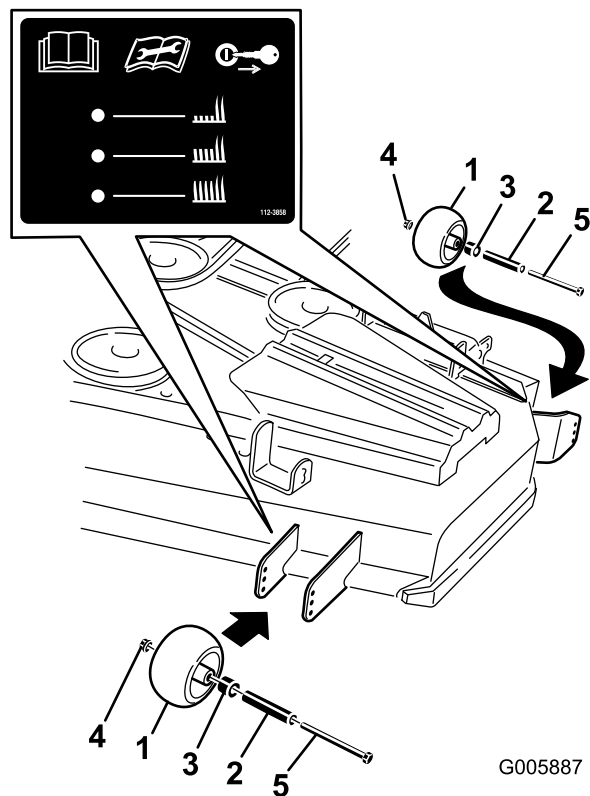
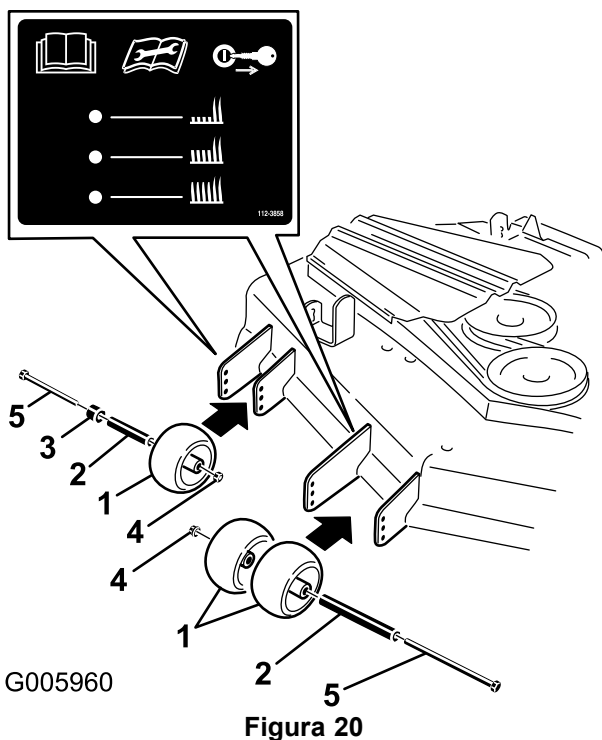

Figura 19
Figura 20
3. Una volta regolata l'altezza di taglio, regolate i rulli togliendo il dado flangiato, la boccola, il distanziale e il bullone (Figura 19 oppure Figura 20).
Nota: I due rulli centrali sono privi di distanziale (Figura 19 oppure Figura 20).
5. Montate il dado flangiato, la boccola, il distanziale ed il bullone. Serrate a 54-61 Nm (Figura 19 oppure Figura 20).